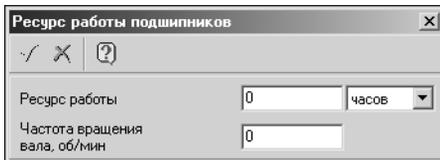

Рис. 8.15.
5. В открывшемся окне **Ресурс работы подшипников** (рис. 8.15) укажите, в каких единицах вводить ресурс – в часах или в циклах. Затем введите величину ресурса.